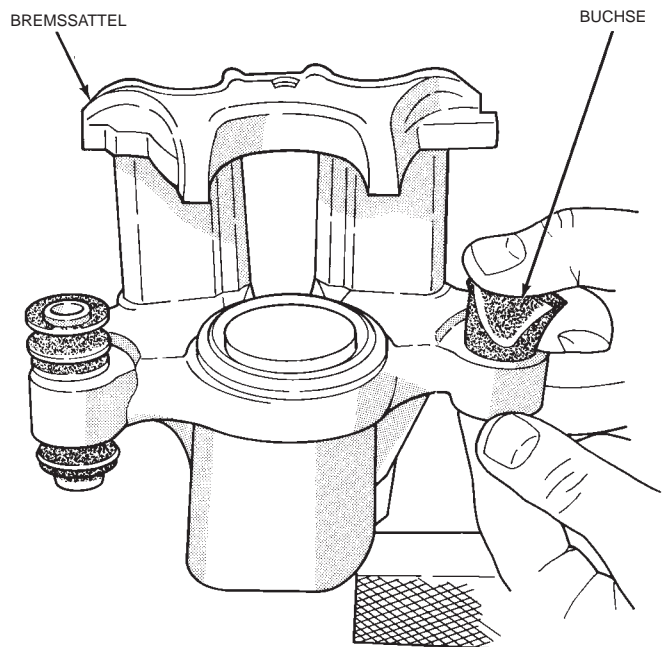

**Abb. 153 Innenhülse aus der Buchse herausziehen**
(1) Den Bremssattel von der Bremsscheibe abbauen (siehe Ausbauanleitung für die Bremsbeläge) und an einer Drahtschleufe in sicherem Abstand von der Bremsscheibe aufhängen.
(2) Die Stahlhülse mit dem Finger aus der Buchse drücken und herausziehen; siehe (Abb. 153).